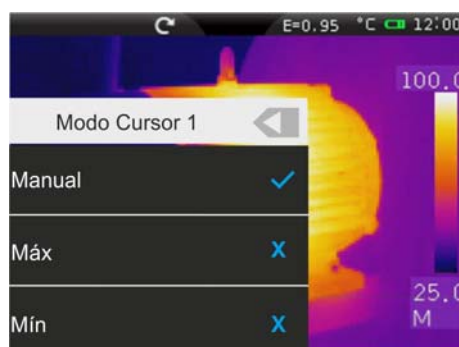

Fig. 22: Modos de medida asociados a los cursores
2. Toque el icono “” para seleccionar los modos asociables a cada cursor (vea el Fig. 22) . Están disponibles las siguientes opciones exclusivas: **Manual** (cursor libremente gestionado por el usuario), **Máx** (cursor asociado al punto más caliente de la imagen), **Mín** (cursor asociado al punto más frío de la imagen). La selección se indica con el icono “” en pantalla